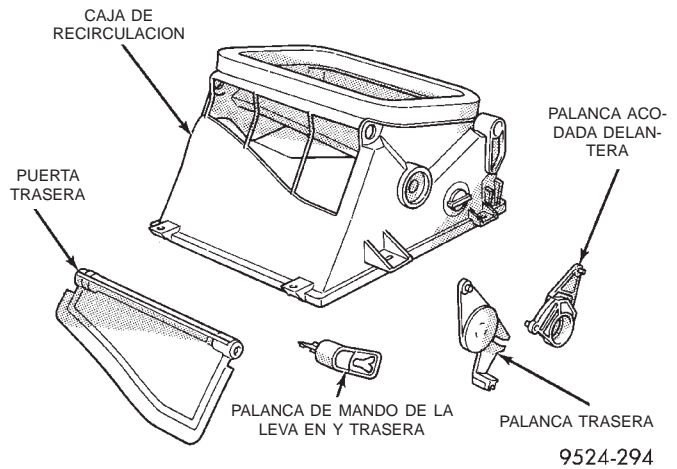

Fig. 81 Puerta de entrada de aire trasera
(10) Descalce y retire la compuerta de entrada de aire trasera (Fig. 81).